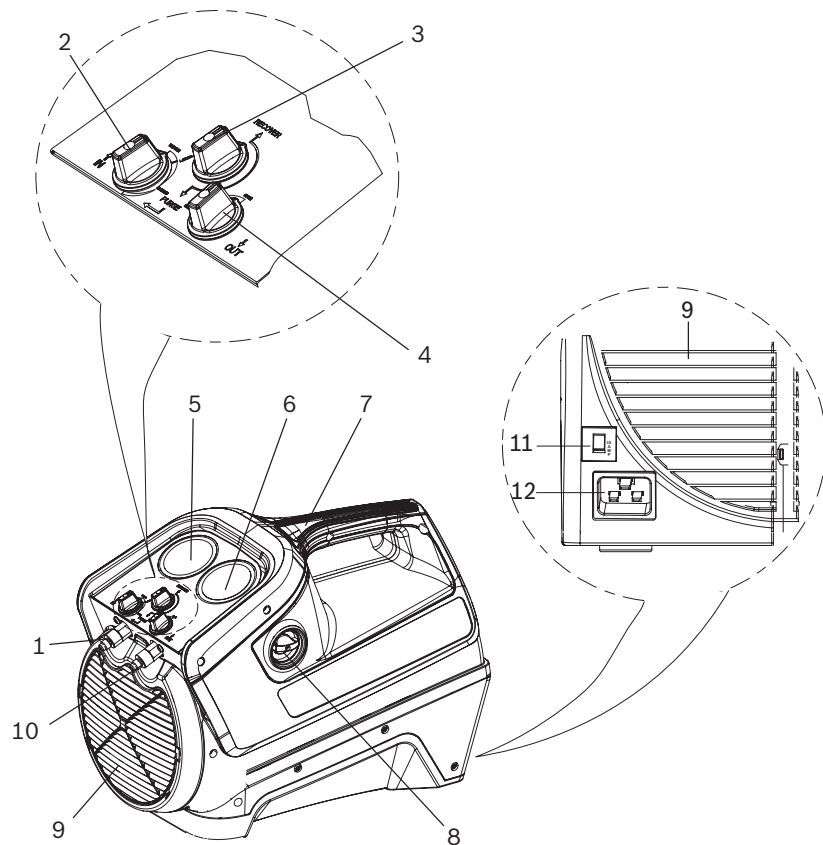

Bild 1: Beskrivning av RG8.0 / RG4.0
- Inlopp (Bild 1, Pos. 1)- För anslutning av RG8.0 / RG4.0 till ett A/C eller kylsystem via ett filter.
- Utlopp (Bild 1, Pos. 10)- För anslutning av RG8.0 / RG4.0 till en tank för köldmedium.
- Styrventil inlopp (Bild 1, Pos. 2) - Används för:
- Styrventil utlopp (Bild 1, Pos. 4)- För styrning av flödet av köldmedium från RG8.0 / RG4.0 till en tank för köldmedium
- Ventil återvinning/tömning (Bild 1, Pos. 3) - Används för:
- Inloppsmanometer (Bild 1, Pos. 5) - Visar trycket i inloppet på RG8.0 / RG4.0.
- Utloppsmanometer (Bild 1, Pos. 6) - Visar trycket i utloppet på RG8.0 / RG4.0.
Huvudströmbrytaren (Bild 1, Pos. 8) används för att sätta på och stänga av RG8.0 / RG4.0.